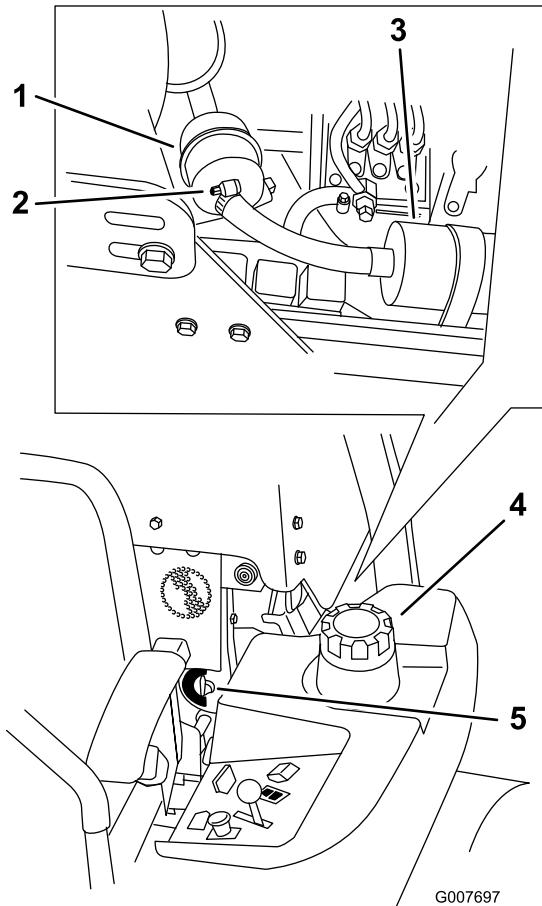

Figura 42
4. Chiudete la valvola di intercettazione del carburante (Figura 42).
5. Allentate le due fascette stringitubo e scollegate i tubi del carburante dal filtro carburante (Figura 42).
6. Montate un nuovo filtro. Collegate i tubi del carburante al filtro carburante e montate le due fascette stringitubo (Figura 42).